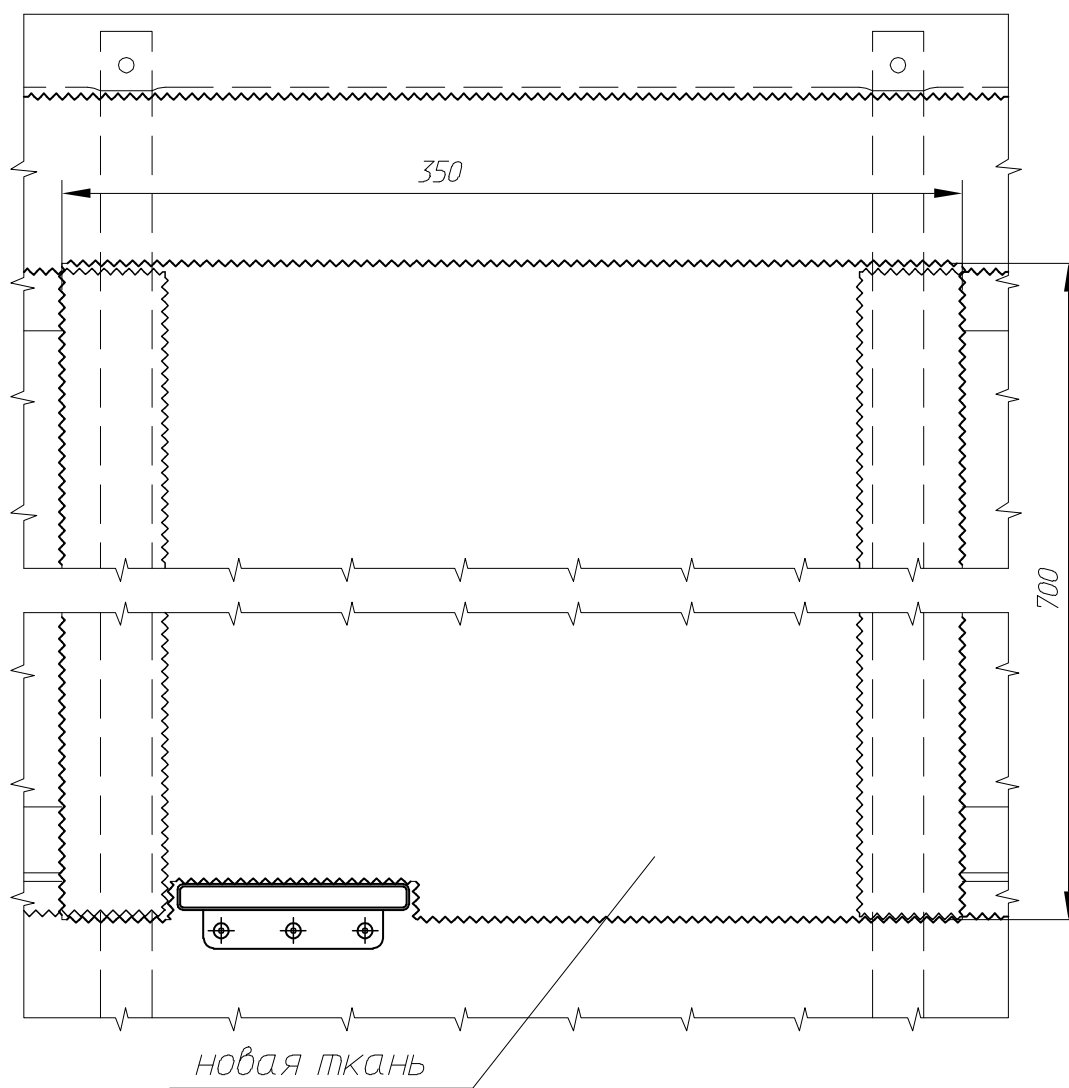

Рис.4
- 6) приложите предварительно нарезанную ткань на ремонтную зону, разметьте и вырежьте участок ткани под подкосный узел и снимите ткань (рис.4);
- 8) на участок с нанесенным герметиком, нанесите предварительно нарезанную зубчатыми ножницами ткань Diatex 1500 (рис. 4);